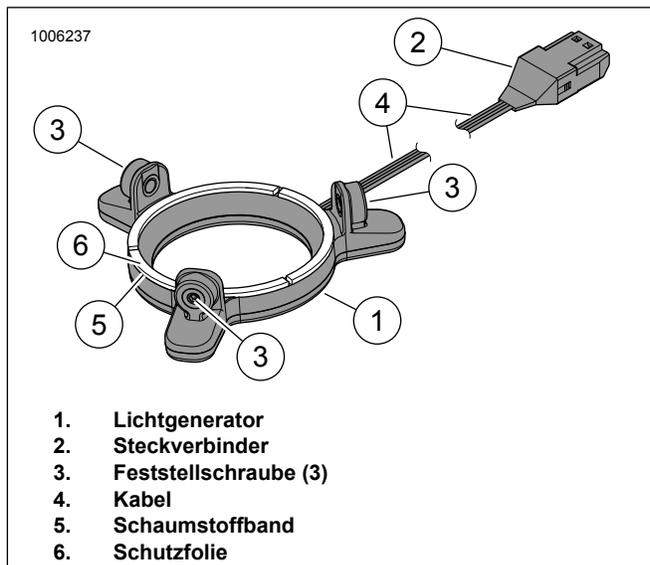

Abbildung 20. LED-Beleuchtung, Runde Stage II-Lautsprecher
5. Siehe Abbildung 20. Die Schutzfolie (6) vom Schaumstoffklebeband (5) auf der Rückseite des Lichtgenerators (1) abziehen.